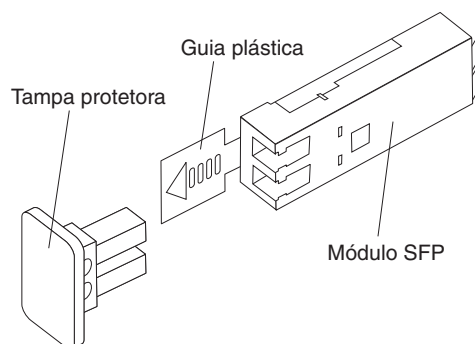

Figura 3-8. Módulo SFP e Tampa Protetora
2. Remova a tampa protetora do módulo SFP, conforme mostrado na Figura 3-8 na página 3-8. Guarde a tampa protetora para utilização futura.
2. Se necessário, remova a tampa protetora do módulo SFP, como mostra a Figura 3-8 na página 3-8. Guarde a tampa protetora para utilização futura.